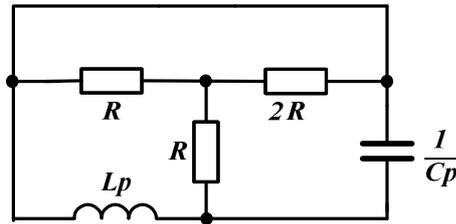

Рисунок 3. Схема для определения корня характеристического уравнения
3) Определяем корень характеристического уравнения  $p$  (см. рис. 3) через входное сопротивление  $Z(p) = 0$  в схеме после коммутации (источник ЭДС заменяется на закоротку, источник тока - разрыв):